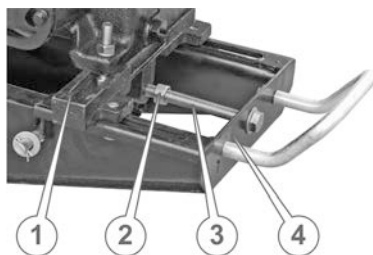

Рис. 4.11.
19. Надеть шайбу на длинный натяжной болт M12 (3) (см. рис. 4.11.) и вставить его в отверстие в раме (4), наживить контргайку (2), завернуть натяжной болт в резьбовое отверстие в передней балке (1).